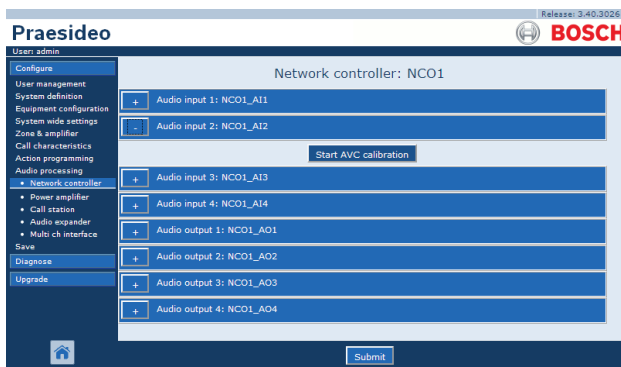

Abbildung 49.2: Schaltfläche AVC-Kalibrierung
- 9 Gehen Sie auf die Seite *Audio processing* des Audioeingangs, an den das Messmikrofon angeschlossen ist. Es wird ein Bildschirm angezeigt, der Abbildung 49.2 ähnelt.